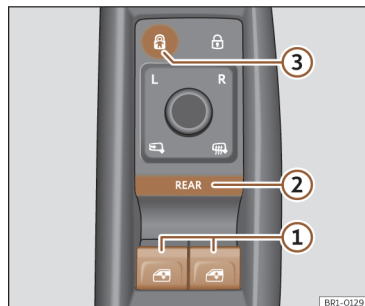

Fig. 80 Pormenor da porta do condutor: comandos das janelas.
>>> **Fig. 80** ①.
REAR Pressione brevemente o botão >>> **Fig. 80**
Acione o botão >>> **Fig. 80** ③ para desativar os botões dos vidros elétricos situados nas portas traseiras. Quando estes botões estão desativados, a luz do botão apaga-se.